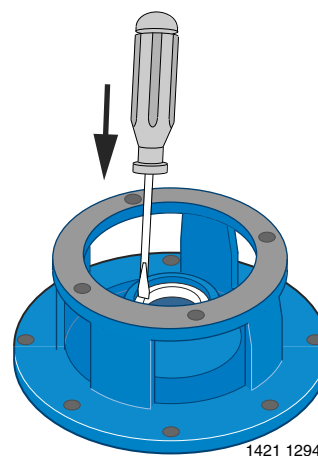

Figura 5
Paso 9. Coloque el adaptador/ la placa de estanqueidad boca abajo sobre el banco y extraiga la mitad estacionaria del sello fuera del adaptador/placa de estanqueidad golpeando cuidadosamente con el destornillador y con el martillo (Figura 5).